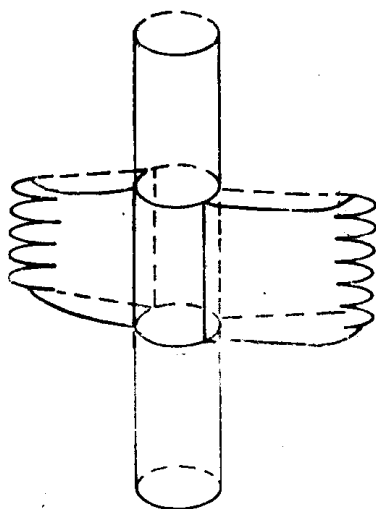

图 1-5 天然垂直裂缝
1. 天然垂直裂缝(图 1-5): 天然垂直裂缝出现在2500英尺以下的地层中。然而在这样的深度出现时, 裂缝比较小、比较窄, 除非这些裂缝在压力下扩展, 一般情况下漏失都比较轻微。由于裂缝已经存在, 只要克服裂缝的传播压力就够了。